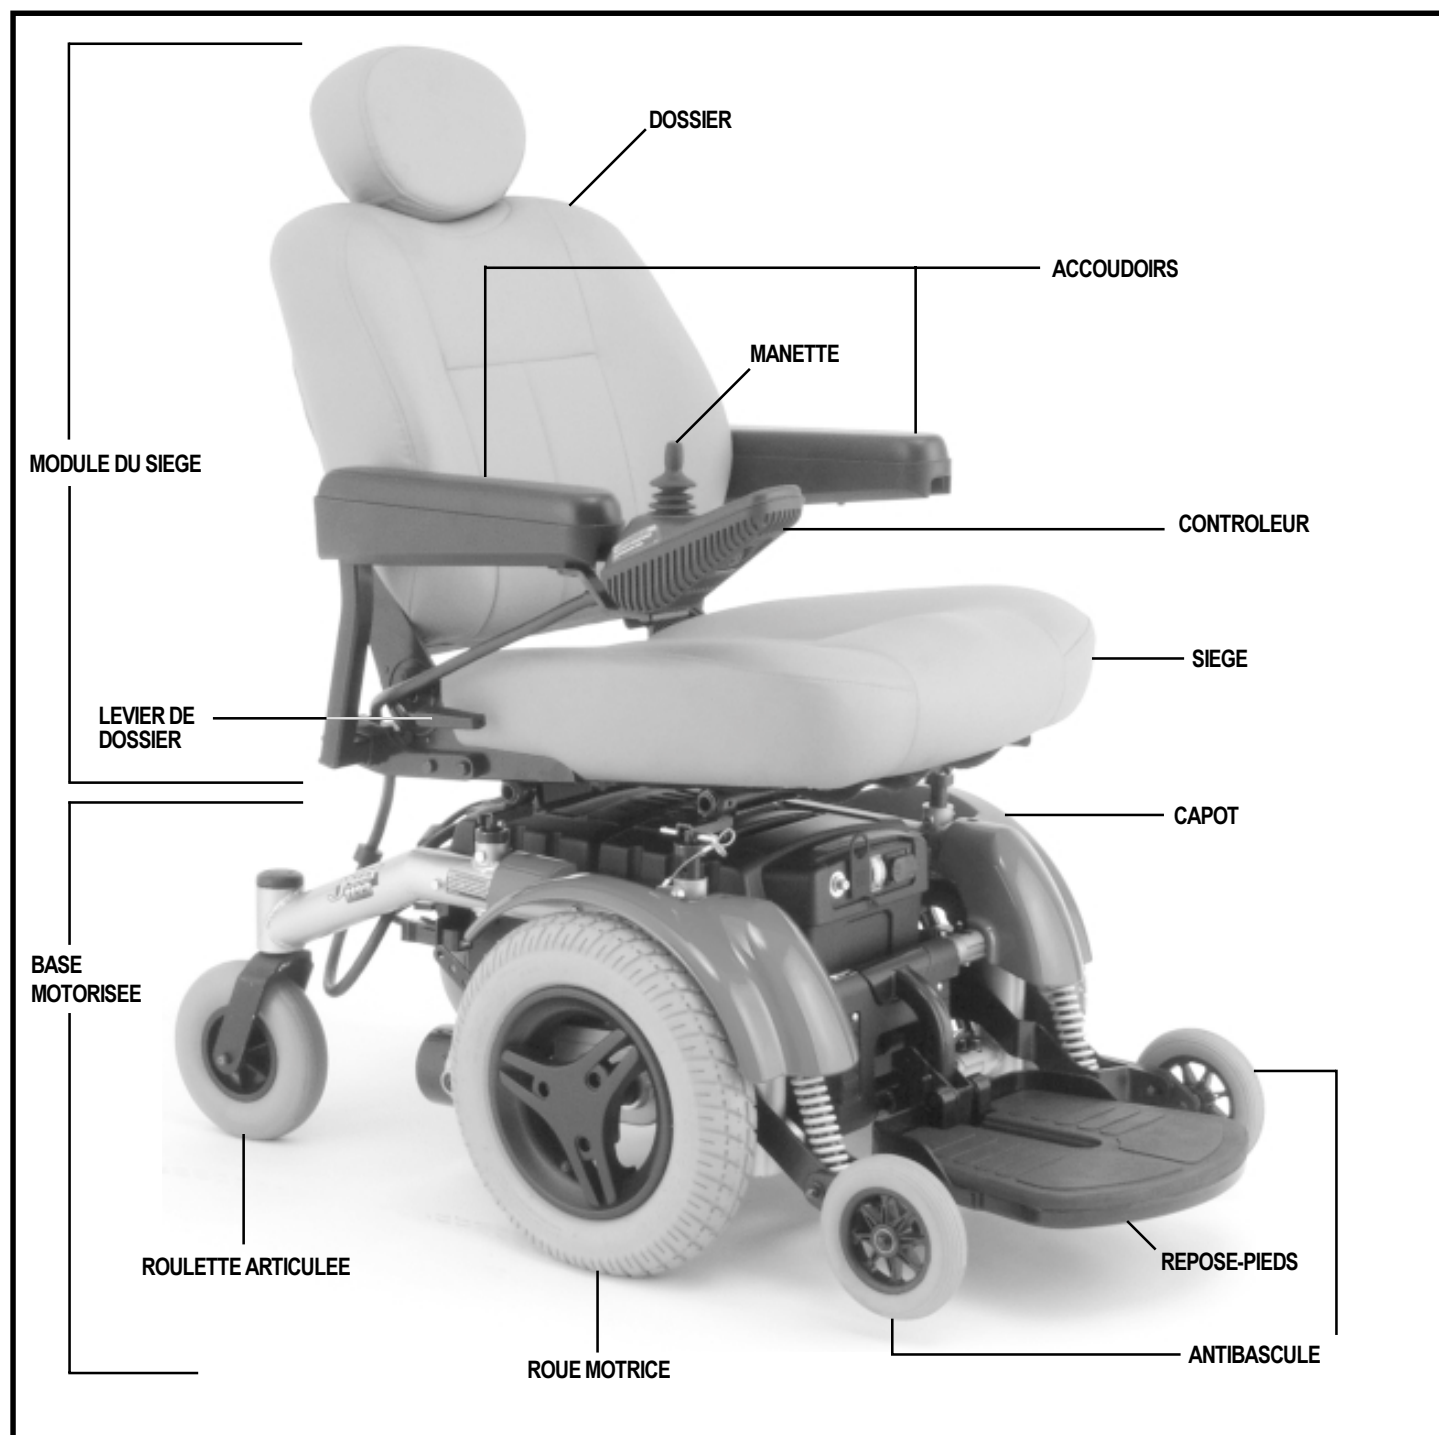

Figure 5. Le Jazzy 1133
Le Jazzy 1133 est composé de trois éléments principaux: la base motorisée, le module de siège et le module du contrôleur. Voir les figures 5, 6, 7 et 8. Un siège type comprend l'assise, les accoudoirs, le dossier et la manette de commande. La base motorisée comprend les moteurs/freins, deux roues motrices, deux roulettes pivotantes, deux roulettes antibasculer, deux batteries, le câble du contrôleur et le repose-pieds. Le module de contrôleur est décrit à la section VIII. "Fonctionnement".
3. Pesez sur le bouton de détente du dossier de siège et rabattez le complètement. Le bouton de détente est situé sur le côté droit du siège. Voir la figure 5.